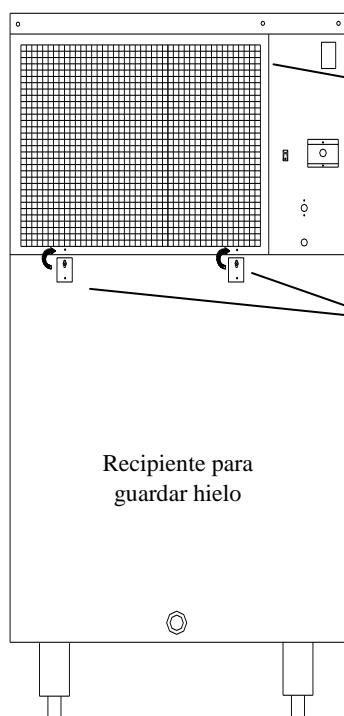
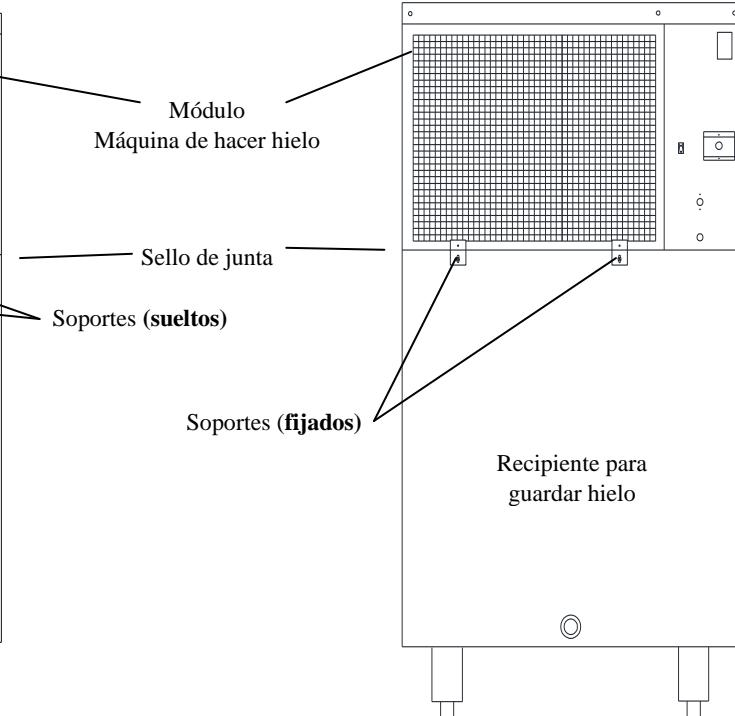

Fig.6
Fig.7
18. Girar hacia arriba los soportes en la parte posterior del recipiente para almacenar hielo y alinearlos con los orificios en la parte inferior de la unidad de hacer hielo (Fig.6). Asegurar los soportes en su lugar con los tornillos incluidos (Fig.7).